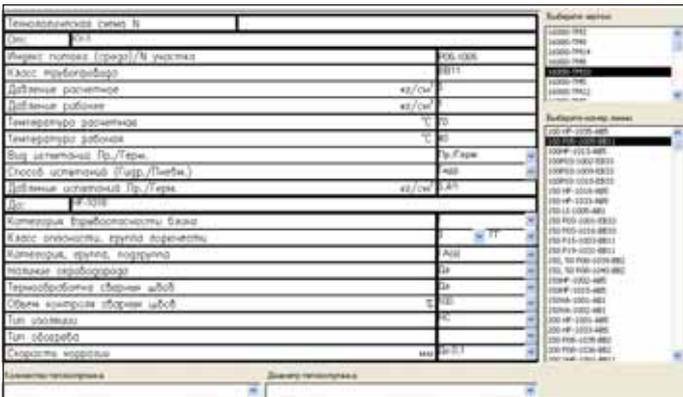

Рис. 9. Форма для ввода характеристик трубопровода
- формируйте в изометричках характеристики трубопровода для каждого номера линии. Для этого специалистами CSoft Ярославль разработан модуль, позволяющий заносить в изометрички характеристики трубопровода (рис. 9).